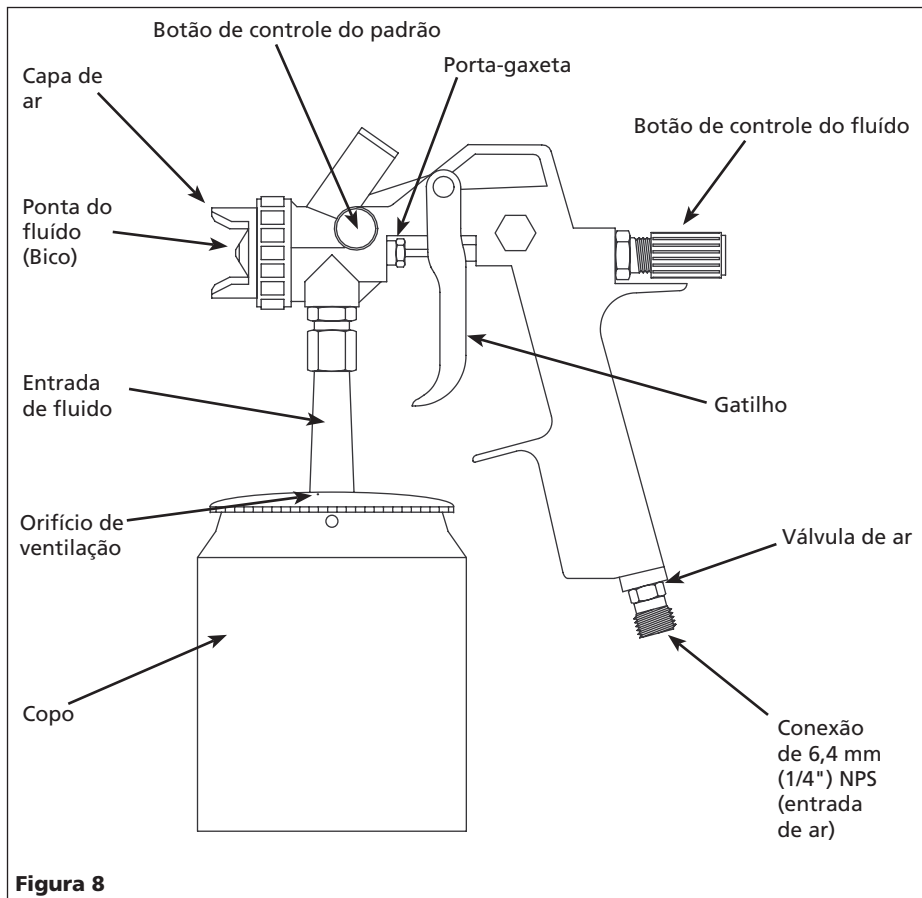

Figura 8
5. Retire as porcas que sustentam a gaxeta e substitua a gaxeta APENAS se o vazamento não puder ser interrompido após a porca ter sido apertada (Veja a figura 8). Não aperte excessivamente essas porcas pois isso pode restringir o movimento da agulha.